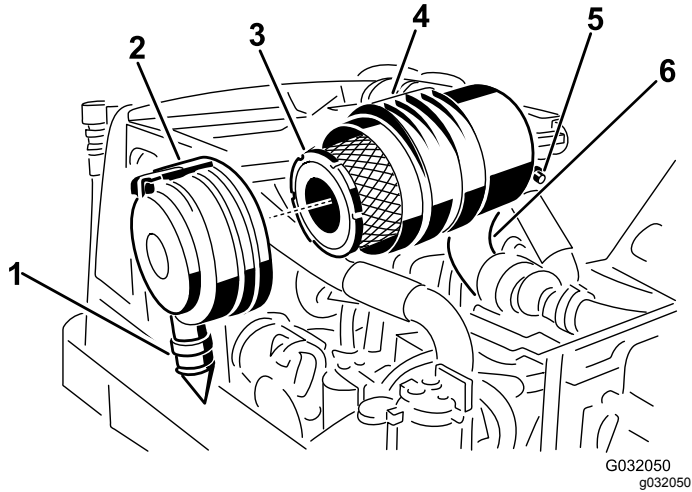

图 46
2. 拆下主滤芯图 46。
3. 更换主滤清器图 46。
7. 安装盖子时将橡胶排气阀位置朝下——即从末端看介于5点钟至7点钟位置之间并用门锁固定图 46。